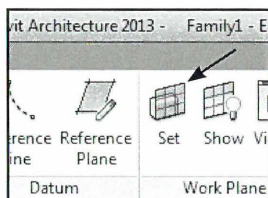

Fig. 05.15. Create - Set.
- Klik på *Create - Set* (Fig. 05.15).